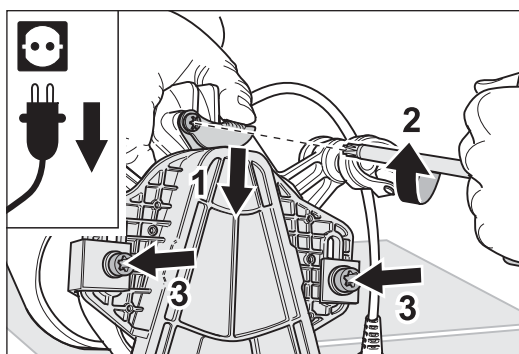

Fig. 29 Sujetar bien el FLIP® por el tubo de aspiración, apretar la chapa tensora de la correa y enroscar los tres tornillos.
- 5 Sujete bien el FLIP® por la tubuladora de aspiración y apriete simultáneamente con el pulgar la chapa tensora de la correa hacia adelante. Al mismo tiempo, con la otra mano vuelva a enroscar con la llave múltiple los tres tornillos (Fig. 29).